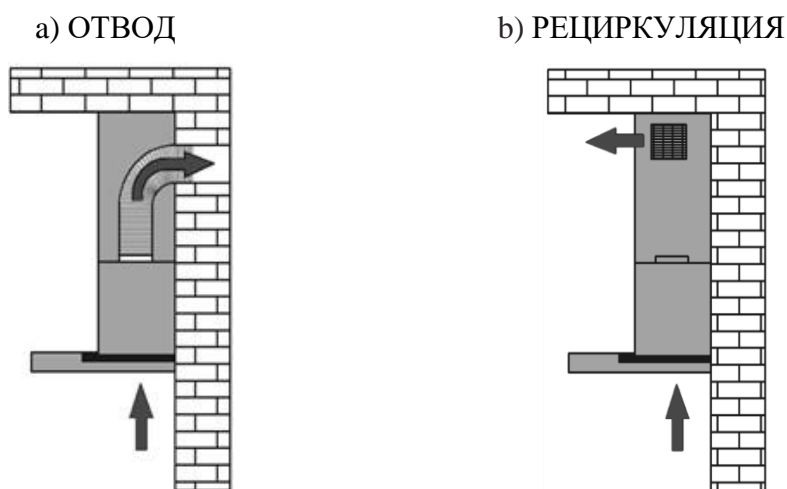

Рис. 5
1) Отвода (рис. 5а) – воздух удаляется из помещения через соединение вытяжки с вентиляционным каналом жестким пластиковым воздуховодом или гофрированным шлангом диаметром 150 мм. И, таким образом, все кухонные испарения, запахи, гарь и копоть, проходя через многоразовые алюминиевые жироулавливающие фильтры, выводятся за пределы помещения. При данном режиме работы нет необходимости устанавливать угольные фильтры. Режим отвода является наиболее эффективным, поскольку вытяжка удаляет все кухонные испарения за пределы кухни в вентиляционную шахту.
2) Рециркуляции (рис. 5б) – внутренняя циркуляция воздуха через угольные фильтры (рис. 6). Вытяжка в данном случае не подключается к вентиляционной шахте